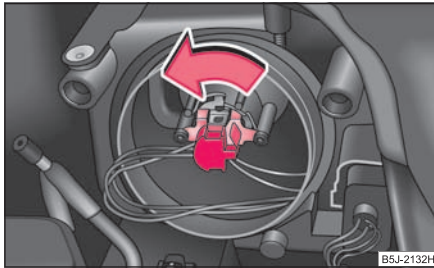

Fig. 214 Demontarea becului luminii de întâlnire și drum
- La farurile cu modul (bec cu halogen H7) ⇒ fig. 214, rotiți fișa electrică cu becul cu halogen până la limită spre stânga și scoateți-l.